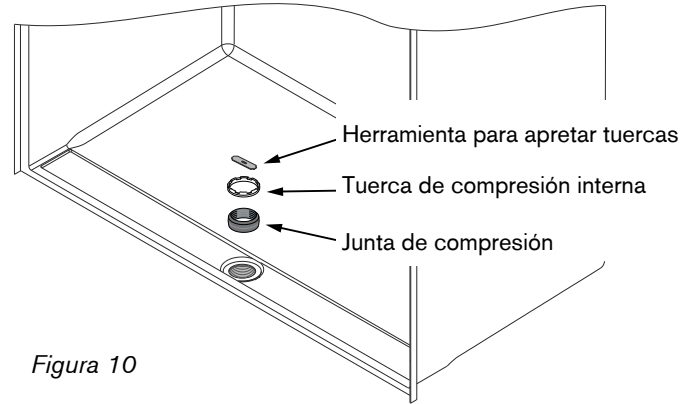

Figura 10
- 15** **INSTALACIÓN DEL DESAGÜE FINAL:** Deslice la junta de compresión interna hacia el cuerpo del desagüe y deslice sobre la tubería. **Asegúrese de que el extremo biselado de la junta de compresión interna esté hacia arriba y al ras con la superficie de la tubería.** (Figura 10)